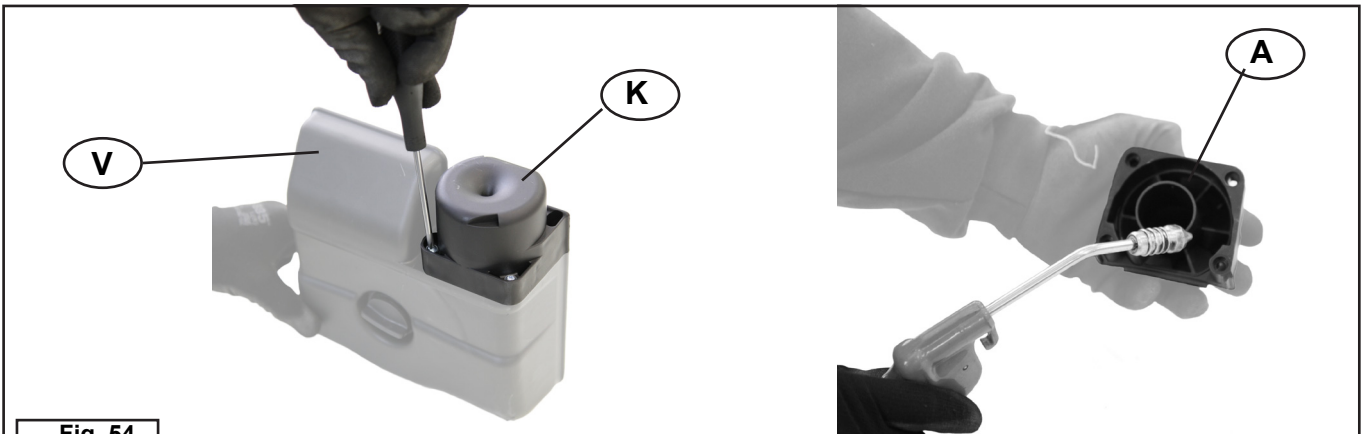

Fig. 54
24	Smontare e verificare l'intasamento del prefiltro (K), rimuovendolo se necessario dalla corrispondente sede posta sulla parte sottostante del coperchio filtro aria (V). Se intasato provvedere alla relativa pulizia (fig. 54).